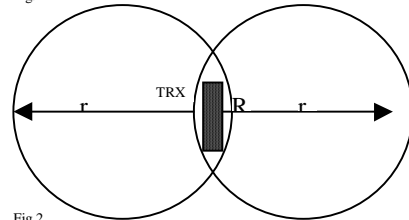

Fig.2
- Bariere radio locale (pereti, cladiri, etc) care atenuaza sau reflecta semnalele radio (fig.2)